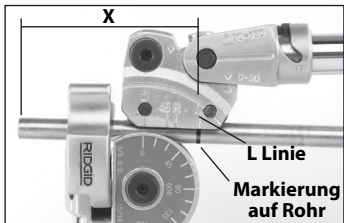

Abbildung 6 – Vorher
- Markieren Sie das Rohr an der gewünschten Stelle (X) des gemessenen Abstands vom Bezugspunkt aus (gemessen vom Rohrenden, der Biegung usw.). Die Mitte des Schenkels der Biegung entspricht diesem Abstand vom Bezugspunkt.
- Wenn sich der Bezugspunkt **LINKS** von der Markierung befindet (siehe *Abbildung 6 – Vorher*), richten Sie die Markierung am Rohr an der "L" Linie am Gleitstück aus.